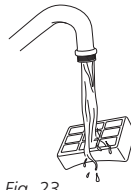

Fig. 23
- 4 Lave el filtro debajo de la canilla con agua tibia y el lado sucio hacia abajo hasta que el agua salga limpia. (Fig. 23)